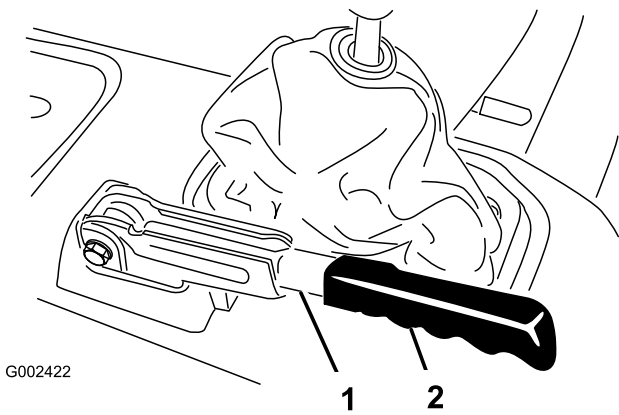

Figura 74
1. Togliete l'impugnatura di gomma dalla leva del freno di stazionamento (Figura 74)